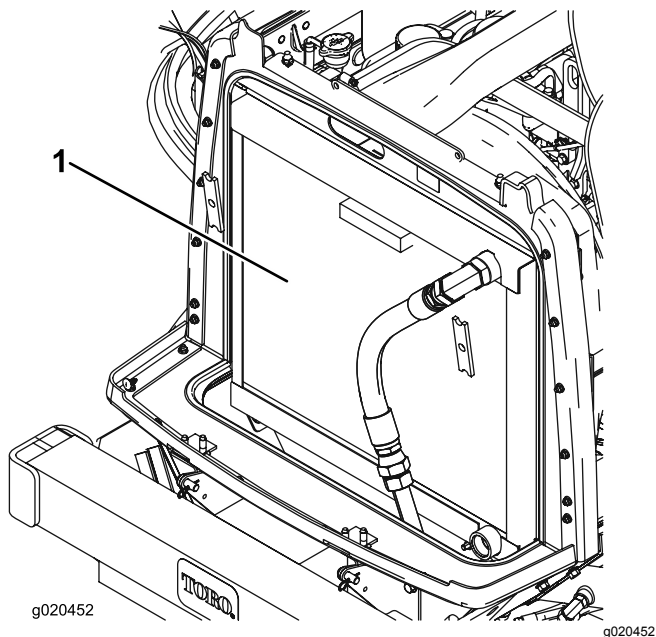

Figure 95
3. Nettoyez soigneusement les deux côtés du radiateur/refroidisseur à l'air comprimé (Figure 95).